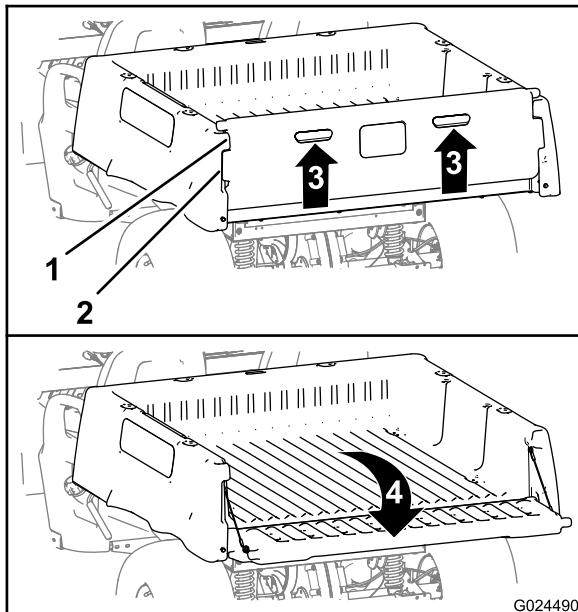

Figure 20
2. Passez les doigts dans les poignées du hayon pour le soulever (Figure 20).
3. Alignez les bords de verrouillage du hayon sur les ouvertures entre les bords de verrouillage du plateau de chargement (Figure 20).
4. Faites pivoter le hayon vers l'arrière et le bas (Figure 20).
6. Faites pivoter le hayon vers le haut et l'avant jusqu'à ce que les bords de verrouillage soient au niveau du creux dans le plateau de chargement (Figure 20).
7. Baissez le hayon jusqu'à ce qu'il soit engagé à l'arrière du plateau de chargement (Figure 20).